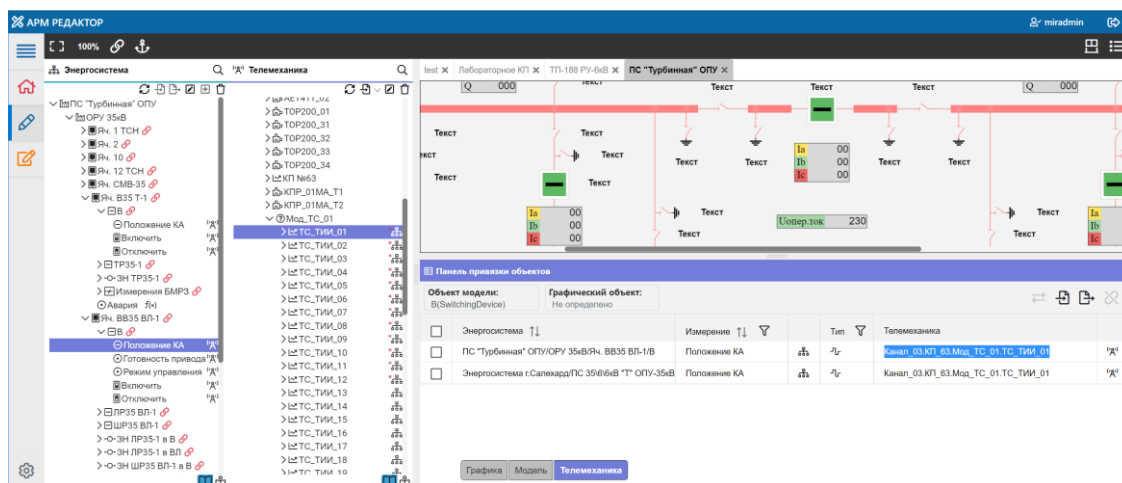

Рисунок 76
- на панели привязки для привязанного объекта дерева энергосистемы в столбце *Телемеханика* появится информация об источнике данных (рисунок 76);